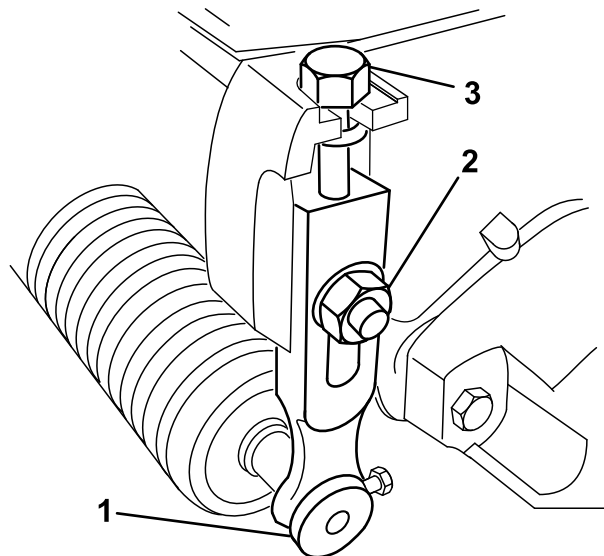

Figura 15
1. Allentate i dadi di bloccaggio che fissano i bracci dell'altezza di taglio sulle piastre laterali dell'apparato di taglio (Figura 15).